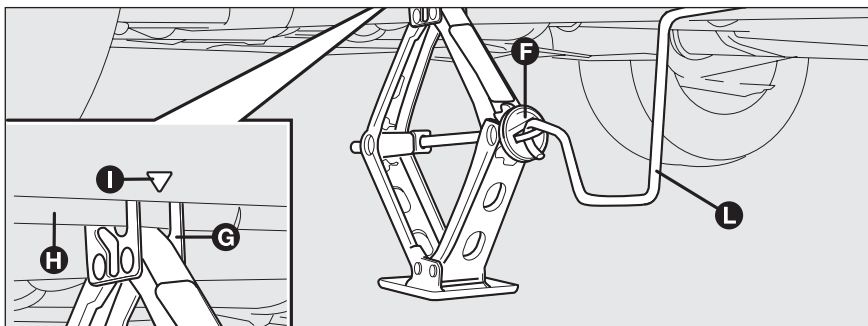

fig. 13
- ❑ azionare il dispositivo F- **fig. 13** in modo da distendere il cric, sin quando la scanalatura G sulla parte superiore del cric si inserisce correttamente sul profilo inferiore H ricavato sulla scocca in corrispondenza dell'indicazione I (a circa 60 cm dal centro ruota anteriore oppure 80 cm dal centro ruota posteriore);
- ❑ inserire la manovella L- **fig. 13** per permettere l'azionamento del cric e sollevare la vettura, sino a quando la ruota si alza da terra di alcuni centimetri;